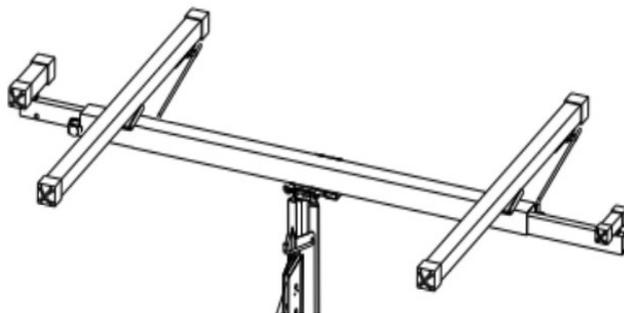

Figure 28
- Une fois que les deux traverses sont fixées au berceau, l'assemblage final doit être tel qu'illustré à la figure 28.